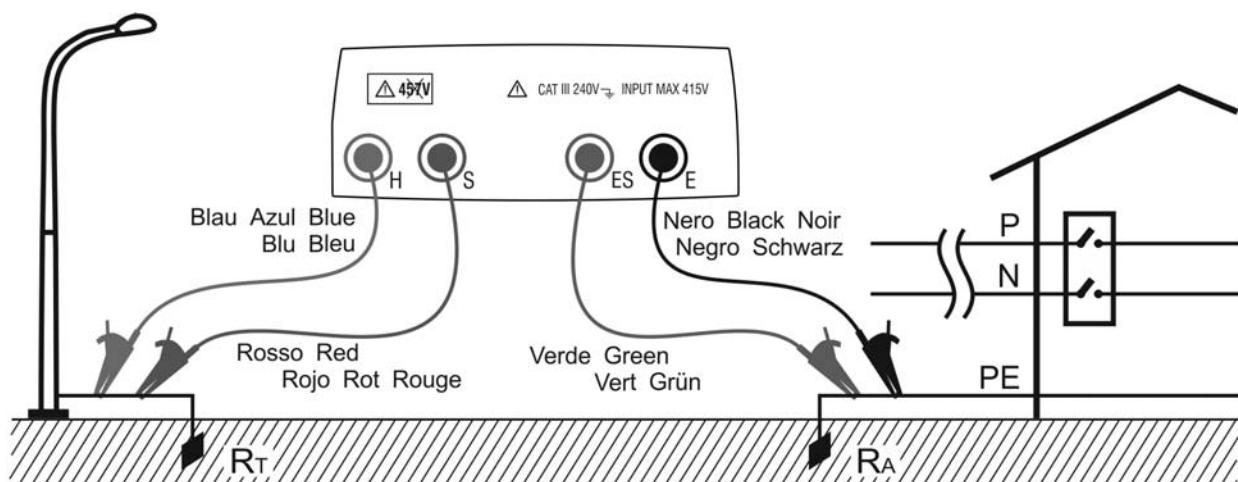

Fig. 4 : Mesure de résistance de terre à 2 fils à l'aide d'une électrode auxiliaire
L'instrument affichera comme résultat la valeur de la somme R_A+R_T (voir Fig. 4 et Fig. 5). Donc, la mesure obtenue sera d'autant plus proche de la valeur R_A (valeur attendue) que plus sera négligeable la valeur de l'électrode de mise à la terre auxiliaire R_T par rapport à R_A . De plus, la mesure sera augmentée « au profit de la sécurité » du terme R_T , à savoir si la valeur R_A+R_T résulte coordonnée avec les protections, elle l'est d'autant plus pour le simple terme R_A .
6. Connecter les crocodiles à l'électrode de mise à la terre auxiliaire et à l'installation sous test (voir Fig. 4 et Fig. 5).